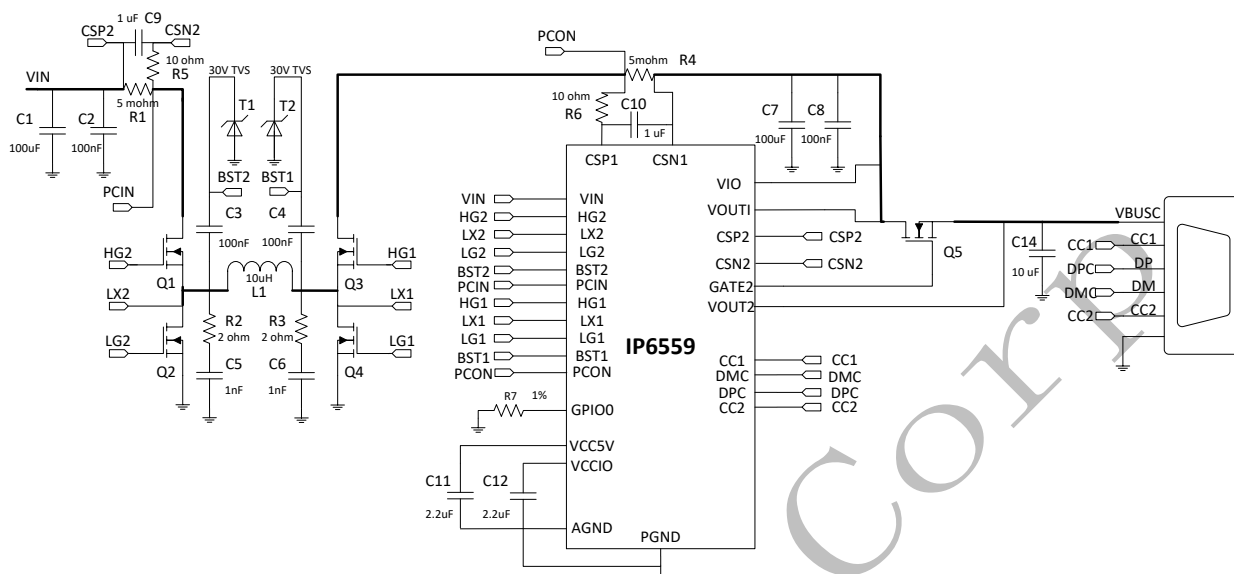
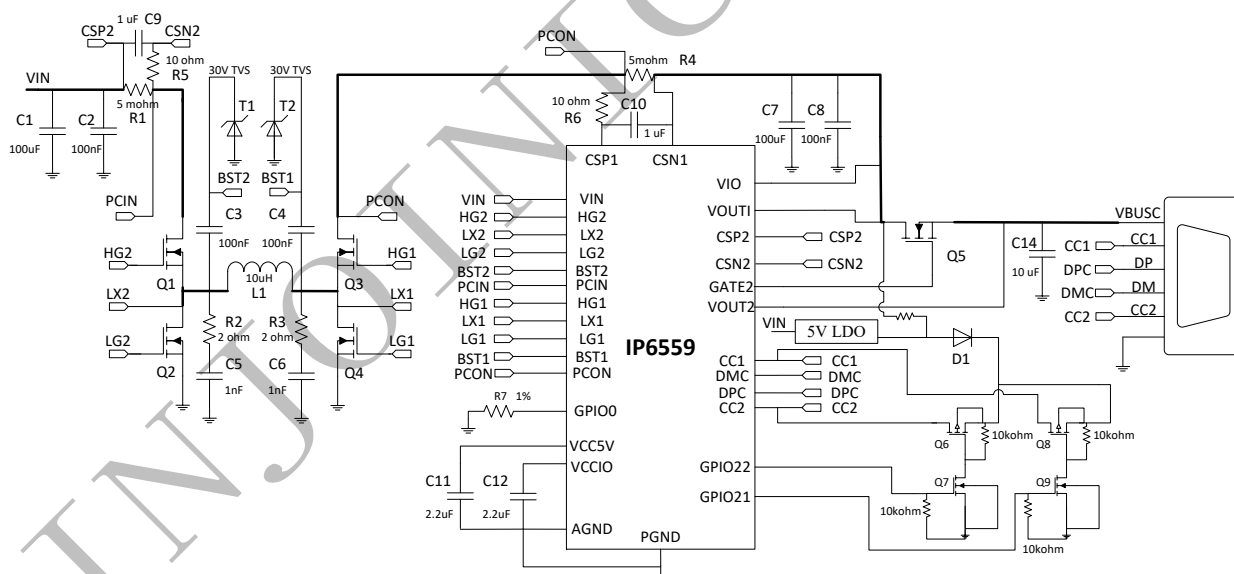

图 8 IP6559 单 C 口的典型应用原理图
图 9 IP6559 单 C 口带 EMARK 识别输出的典型应用原理图
1. 图 8 和图 9 中, 调节 GPIO0 的接地电阻 R7 可以改变 IP6559_C 的 C 口 PDO;